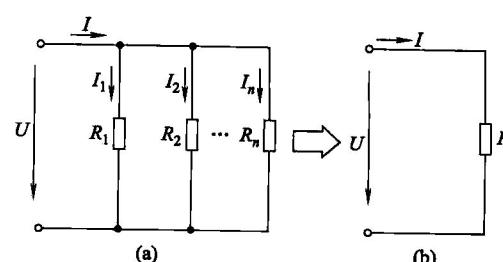

图 1-7 电阻的并联
② 电阻的并联 如果多个电阻连接在两个公共的节点之间，每个电阻上施加同一电压，这样的连接方式称为电阻的并联，如图 1-7 (a)。
则等效电路如图 1-7 (b)。